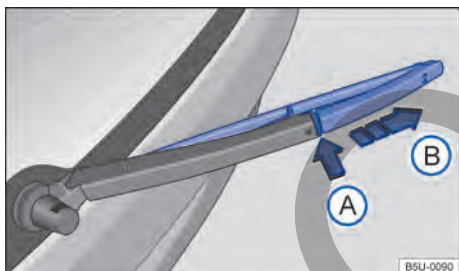

Fig. 163 Sustituir la escobilla del limpiaviento.
- Mantener presionada la tecla de desbloqueo → **fig. 163 ①**.
- Retirar la escobilla del limpiaviento en el sentido de la flecha **②**.